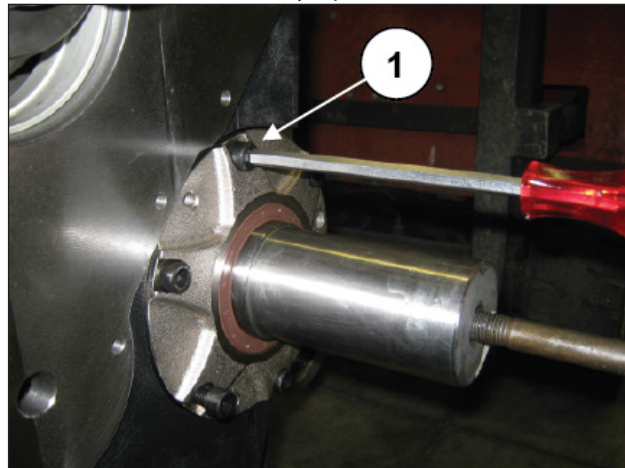
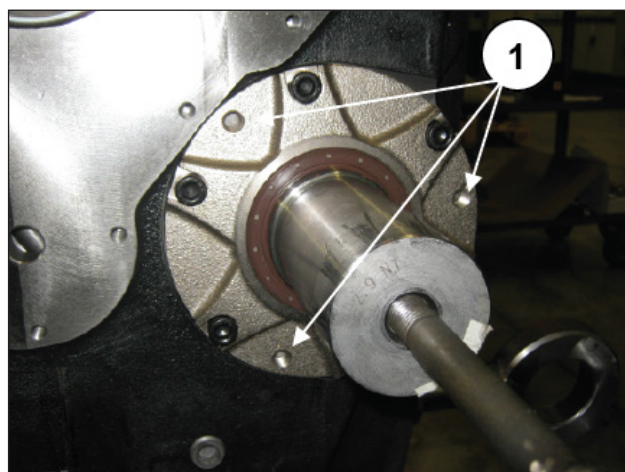

Рис. 9
Рис. 10
Открутите винты крепления правой и левой крышки подшипника ВОМ (поз. ①, Рис. 9) и снимите обе крышки с вала ВОМ с соответствующими уплотнениями. Для облегчения демонтажа используйте отверстия М8 (поз. ①, Рис. 10) для съемников или ударной массы.